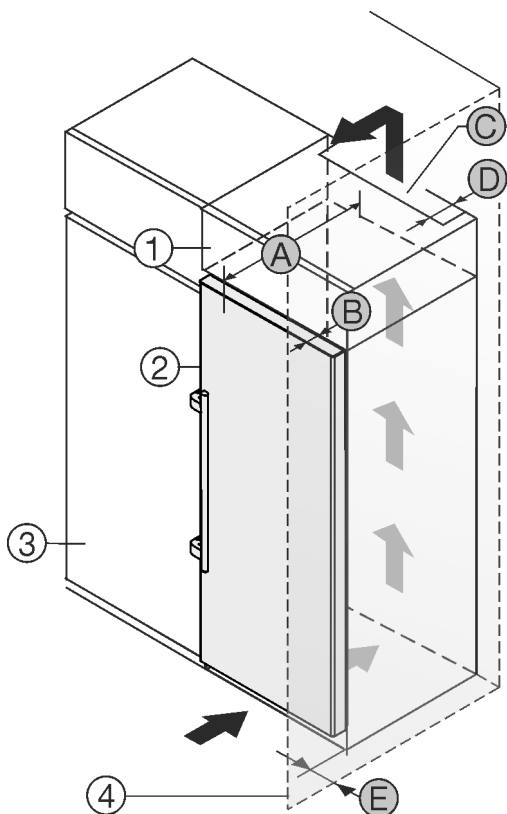

Fig. 2
Aparat lahko postavite neposredno ob kuhinjsko omaro Fig. 2 (3) *
Na zadnji strani nadgradne omare mora biti zaradi prezračevanja in odzračevanja po vsej širini nadgradne omare prezračevalni jašek globine Fig. 2 (D) *
Pod stropom je treba upoštevati presek prezračevanja Fig. 2 (C) *
Če aparat postavite s tečaji ob steni Fig. 2 (4), mora razdalja med aparatom in steno znašati vsaj 57 mm. To ustreza velikosti ročaja pri odprtih vratih *
Da lahko vrata povsem odprete, mora aparat štrleti ven vsaj za globino vrat Fig. 2 (B) glede na sprednji del kuhinjske omarice. Odvisno od globine kuhinjskih omaric Fig. 2 (3) in uporabe stenskih distančnikov lahko aparat štrli bolj ven *